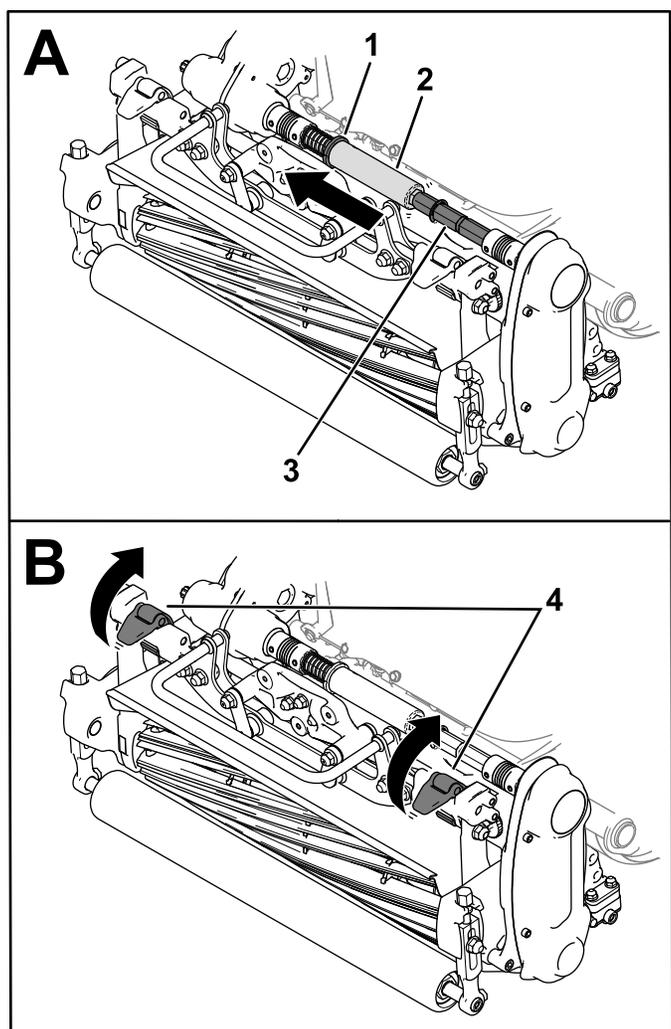

Figure 40
3. Placez le collet (Figure 40) dans la rainure de l'arbre de transmission.
- Glissez le tube hexagonal hors de l'arbre d'accouplement de l'unité de coupe (Figure 40).
- Relevez les verrous de suspension pour détacher l'unité de coupe de la machine (Figure 40).